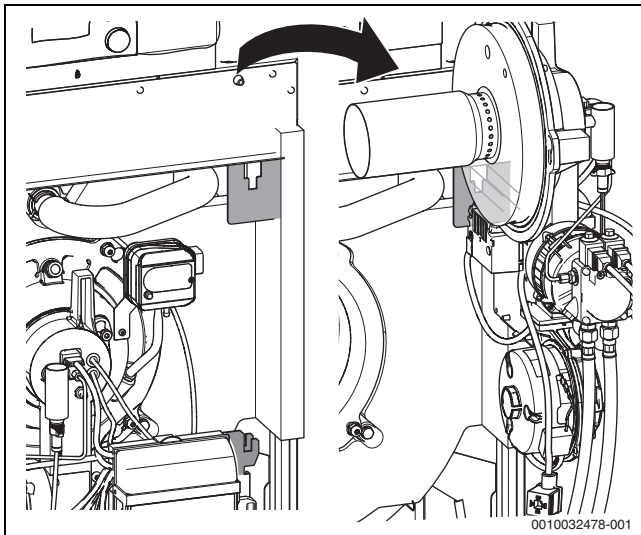

Bild 69 Brenner komplett in Serviceposition 1
- Brenner komplett herausnehmen und in Serviceposition einhängen (→Bild 69).